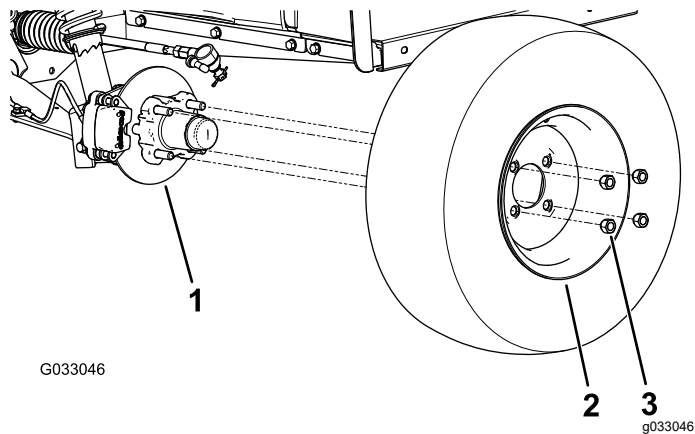

图 31
2. 卸下将车轮固定到轮毂上的 4 个车轮螺母 图 31。
4. 将车轮中的孔与轮毂中的螺栓对齐并将车轮安装到轮毂上阀杆向外 图 31。
5. 使用车轮螺母将车轮固定到轮毂上 图 31。